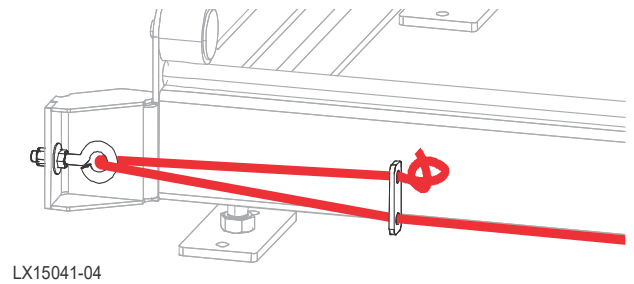

FIG. 3-17
5. Assemblez le boulon à œil de la corde d'avance dans le support du pare-chocs arrière comme montré sur la Figure 3-17.
6. Faites passer la corde d'avance à travers la plaque de verrouillage de la corde, le boulon à œil et la plaque, comme montré sur la Figure 3-17.